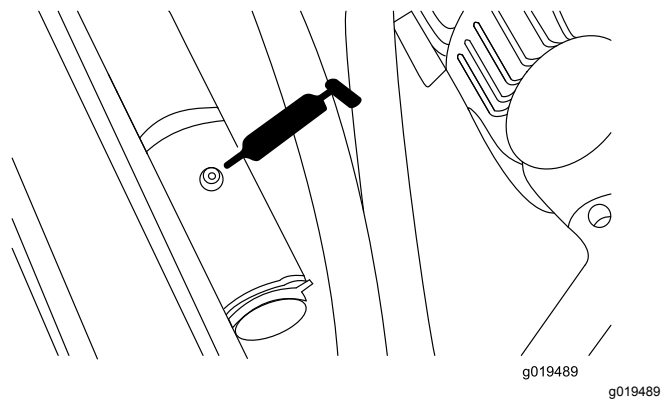

Figura 39
- Spinotto del cilindro di sollevamento posteriore(2) (Figura 39)